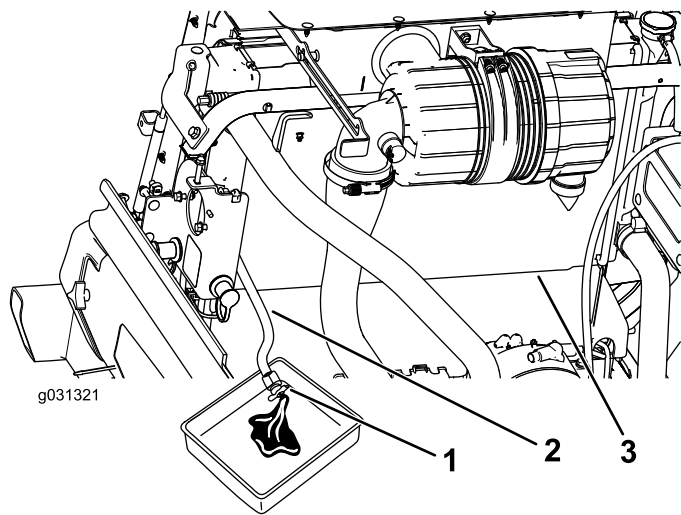

Figura 111
3. Coloque la manguera de vaciado del radiador en un recipiente de drenaje, abra la válvula de vaciado de la manguera del radiador, y vacíe el fluido en el recipiente de drenaje (Figura 111).
- 4. Cierre la válvula de la manguera de vaciado del radiador (**Figura 111**).